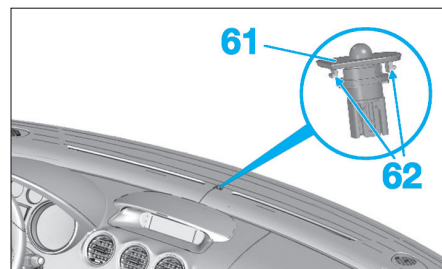

Fig. 34
- Dégrafer en (62) l'ensemble enjoliveur et sonde solaire (61) (Fig.34).
- Déconnecter la sonde (61) puis la déposer.